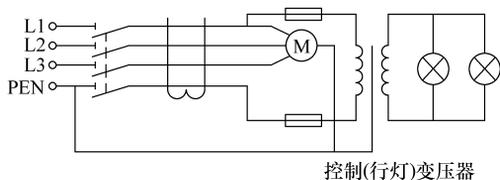

图 1-34
1. 识读控制(行灯)变压器和三相异步电动机剩余电流断路器电路(见图1-34)。